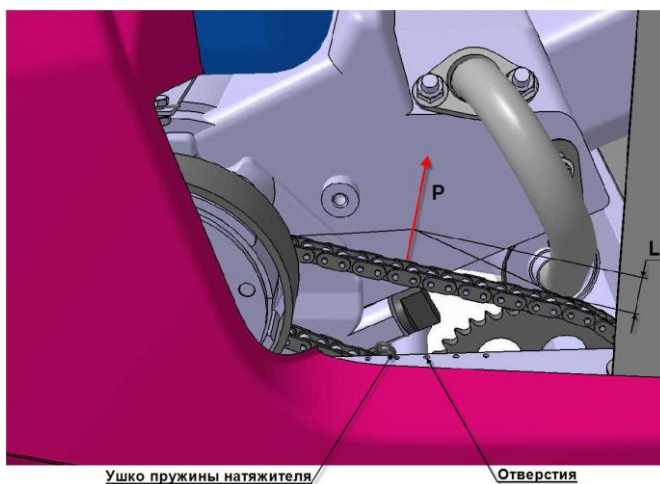

Рис.13
7.10.3 Натянуть бытовым безменом освободившуюся верхнюю ветвь цепи, примерно посередине (Рис.13)
7.10.4 При большем перемещении переставить ушко пружины натяжителя в следующее отверстие в надставке лонжерона (Рис.13).